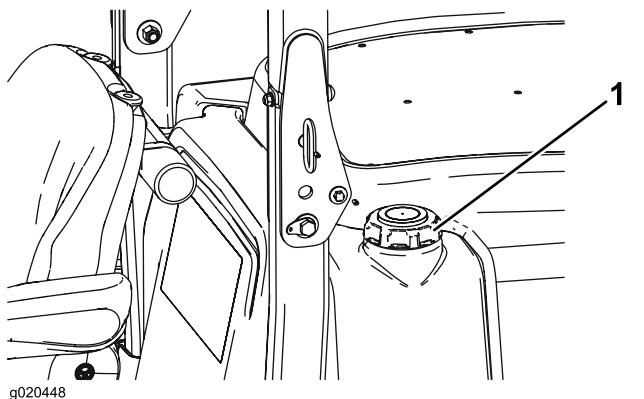

Figura 13
3. Togliete il tappo dal serbatoio carburante (Figura 13).